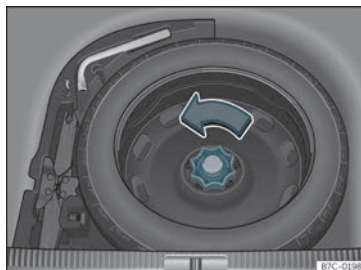

Fig. 197 Al maleter: pis de càrrega alçat.
- Gireu la rodeta en sentit contrari al de les agulles del rellotge» Fig. 197.